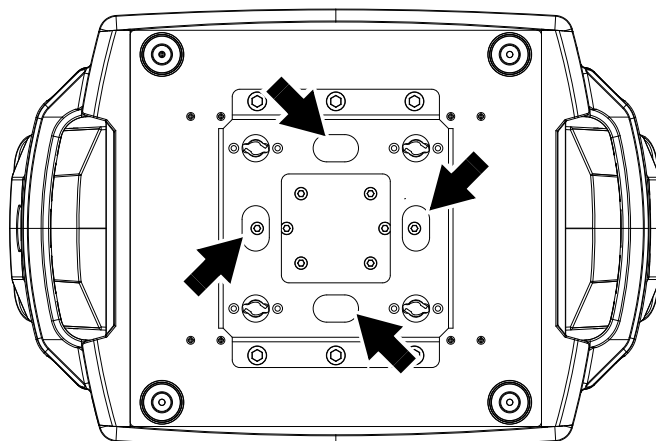

Bild 6: Befestigungspunkt für Sicherheitskabel
5. Siehe Bild 6. Installieren Sie ein Sicherheitskabel, das als Sicherheitsbefestigung für das Gewicht der Leuchte zugelassen ist, indem Sie es durch einen Sicherheitsbefestigungspunkt (Pfeil) im Boden der Basis und um einen sicheren Verankerungspunkt schlingen, sodass das Sicherheitskabel die Leuchte auffängt, wenn eine primäre Befestigung versagt. Beseitigen Sie so viel Spiel im Sicherheitsseil wie möglich (indem Sie es z. B. mehr als einmal um den Träger schlingen).